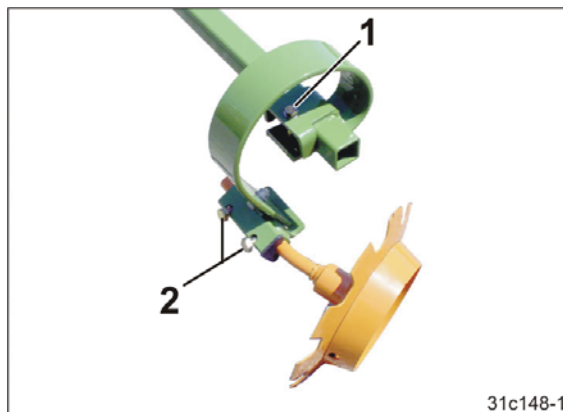

Рис. 193
4. Ослабьте винт (Рис. 193/1).
6. Выверните оба болта (Рис. 193/2).